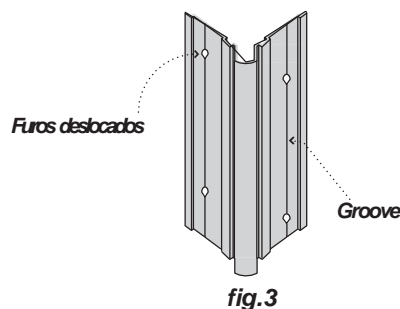

fig.3
- Nas extremidades, verificar se os furos estão a uma distância de 20 a 50 mm, no máximo, da extremidade do núcleo. Se necessário, efetuar dois furos de 5 mm de diâmetro ao longo das ranhuras do núcleo com um desvio entre eles para permitir a fixação dos parafusos (fig. 3).